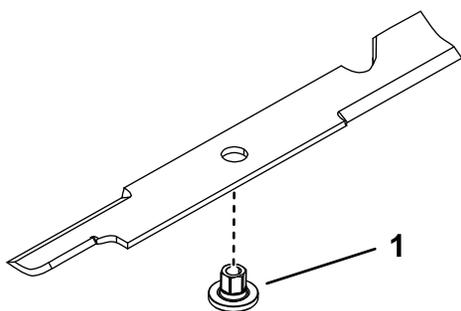

Рисунок 110
1. Вставьте втулку через отверстие в ноже так, чтобы фланец втулки был на нижней (обращенной к травяному покрову) стороне ножа (Рисунок 110).